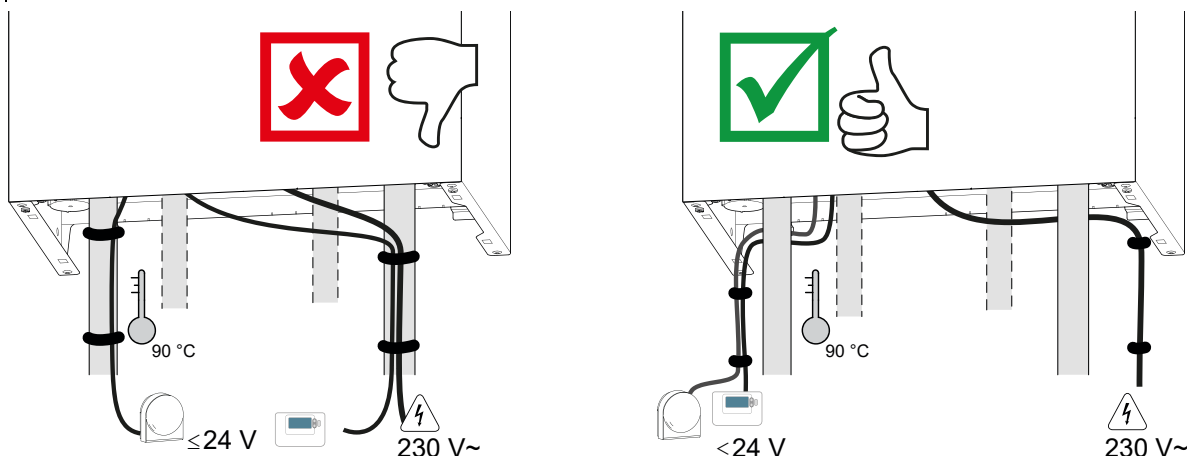

fig. 17 - Kabelgoot
- De aansluitingen uitvoeren volgens het schema (fig. 17 en fig. 20).